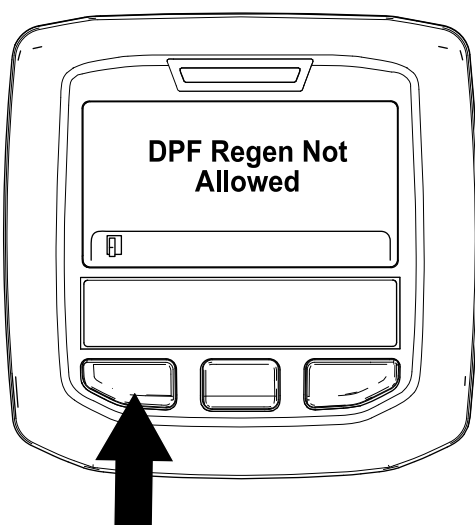

Figura 41
- Si la computadora del motor no autoriza el proceso de regeneración, en el InfoCenter se muestra el mensaje "Regeneración del FPD no permitida" (Figura 41). Pulse el botón izquierdo para salir de la pantalla de inicio.